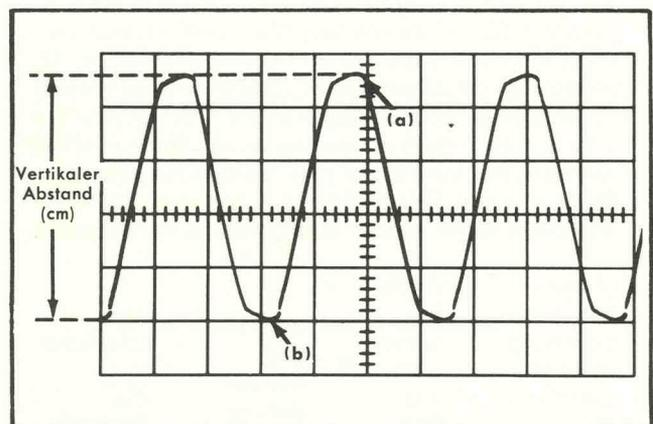

Bild 3-1 Messung des Spitzen-Spitzenwerts einer Signalspannung.
4. Mit dem Lageregler VERTICAL POSITION wird die vertikale Lage des Signals auf dem Schirm eingestellt, daß die Signalamplitude leicht bestimmt werden kann. Die Lage des Signals wird zum Beispiel so eingestellt, daß die negativen Spitzen sich mit einer der untern Rasterlinien decken und eine der positiven Spitzen nahe der vertikalen Mittellinie zu liegen kommt (siehe Bild 3-1).
Bei der Messung von Signalamplituden kann die Strahlbreite einen beachtlichen Teil der gesamten Messung ausmachen. Um Messungen möglichst genau durchzuführen, soll immer von einer Seite der Strahlspur aus gemessen werden (dies gilt besonders bei der Messung kleiner Amplituden). Es ist zu beachten, daß in Bild 3-1 die Punkte (a) und (b) mit der untern Kante der Strahlspur übereinstimmen. Die Messung würde ebenso genau werden, wenn sich die Punkte (a) und (b) an der oberen Kante der Bildspur oder in der Mitte der Bildspur befinden würden.